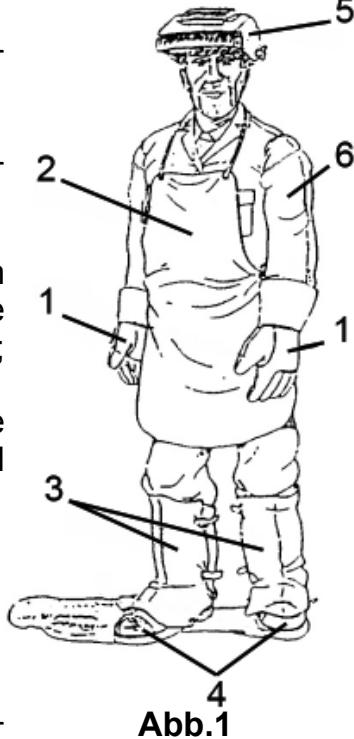

Abb.1
- Die Bediener und ihre Gehilfen müssen ihren Körper durch Tragen von geschlossenen und nicht brennbaren Schutanzügen ohne Taschen oder Umschläge schützen. Etwaige Öl- bzw. Fettspuren müssen von jeder Kleidung vor dem Anziehen entfernt werden. Nur Kleidung mit CE-Kennzeichnung und Eignung für das Lichtbogenschweißen (Abb. 1) tragen: